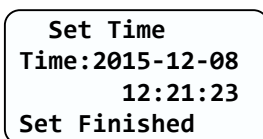

Fig. 6.3.15
- 5) Puis, tapez à nouveau trois fois pour terminer le réglage, comme illustré sur la Figure 6.3.15. Quelques secondes plus tard, le système redémarre et les réglages initiaux sont terminés.